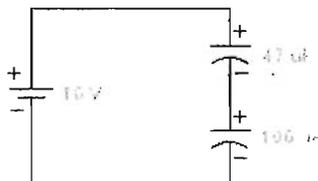

Figura 3.9.
g) Arme el circuito de la figura 3.9
6. De acuerdo a las mediciones de la figura 3.9,3.10 y 3.11, ¿En qué circuito se almacena una mayor energía?, justifique su respuesta con cálculos.
Para la figura 3.9 $U_T = U_{47\mu f} + U_{100\mu f} = \frac{1}{2} (47\mu f)(6.8)^2 + (100\mu f)(3.2)^2 = 1598.64 \mu J$